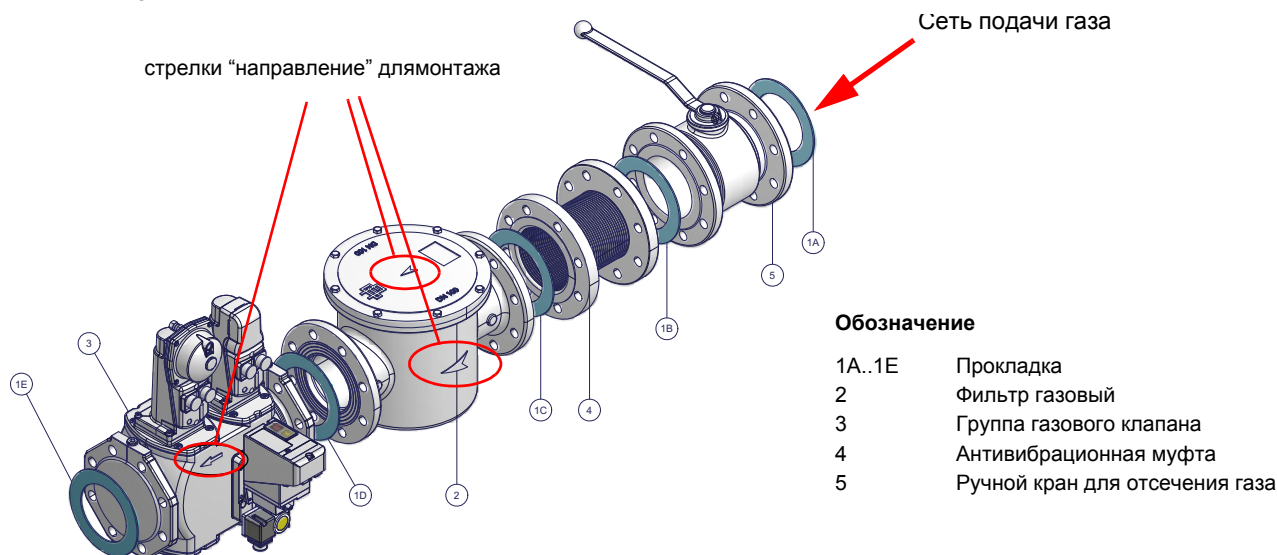

Рис. 5 - Пример газовой ramпы
- 1 - б) при фланцевых соединениях: между соседними компонентами устанавливать прокладку (1A..1E - Рис. 5), совместимую с используемым газом,
ВНИМАНИЕ: после монтажа газовой ramпы согласно схеме на Рис. 5, необходимо провести тестирование на герметичность газового контура, согласно требований действующих нормативов.
ВНИМАНИЕ: после монтажа газовой рампы согласно схеме на Рис. 5, необходимо провести тестирование на герметичность газового контура, согласно требований действующих нормативов.